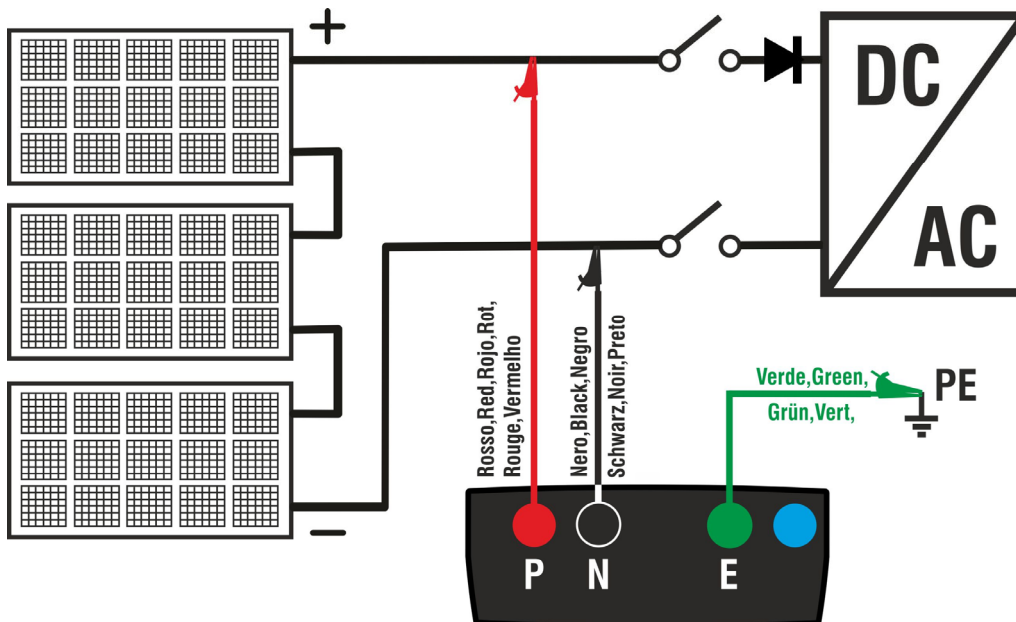

Fig. 8: Conexión instrumento para medida de aislamiento en modo GFL
8. Conecte el instrumento al string FV en prueba como se muestra en Fig. 8. Recuerde que los descargadores conectados a los cables del string / strings también deben estar desconectados y que es recomendable realizar la medición aguas arriba de los diodos de bloqueo
2. Conecte el instrumento al string FV en prueba como se muestra en Fig. 8